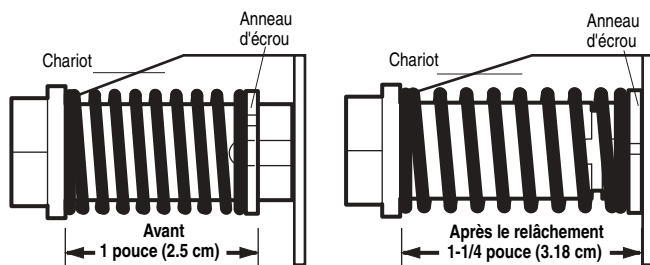

Figure 3
- Placer une clé ouverte de 7/16 de pouce sur l'extrémité carrée. Tourner environ 1/4 de tour jusqu'à ce que le ressort se dégage et enclenche la bague contre le chariot (Figure 3).